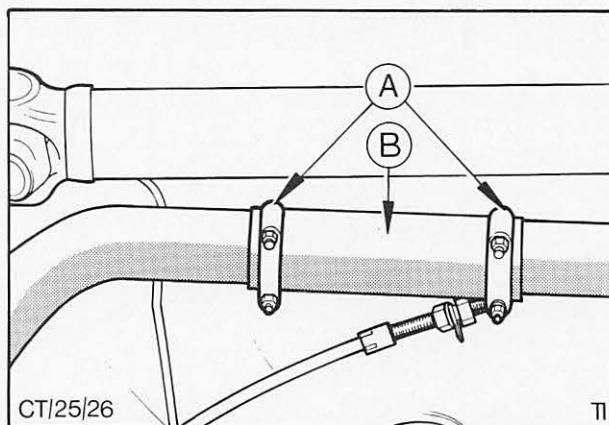

Abb. 7 A = Klemmschellen
13. Vordere und hintere Anlage ausrichten und Schnellverbinder in die richtige Lage aufschieben, Abb. 7. Klemmschellen lose vormontieren.